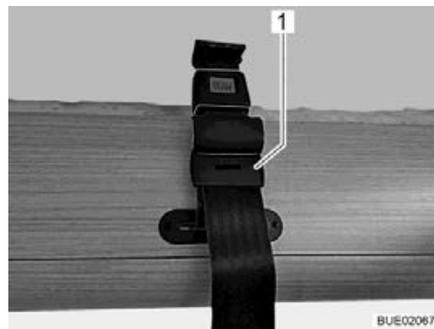
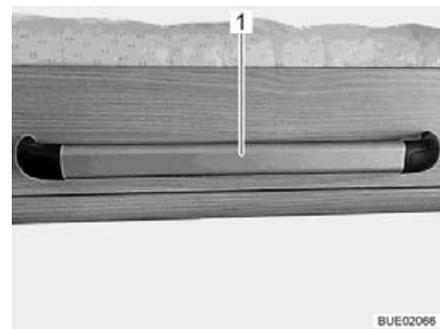

Bild 137 Sicherungsgurt am Hubbett
Bild 138 Griff am Hubbett (Lyseo I)
- Hubbett mit Sicherungsgurten: Sicherungsgurte (Bild 137,1) lösen und Hubbett am Griff (Bild 138,1) nach unten ziehen.
- Hubbett mit Sicherungsgurten: Hubbett am Griff (Bild 138,1) nach oben drücken. Hubbett mit beiden Sicherungsgurten (Bild 137,1) rechts und links sichern.